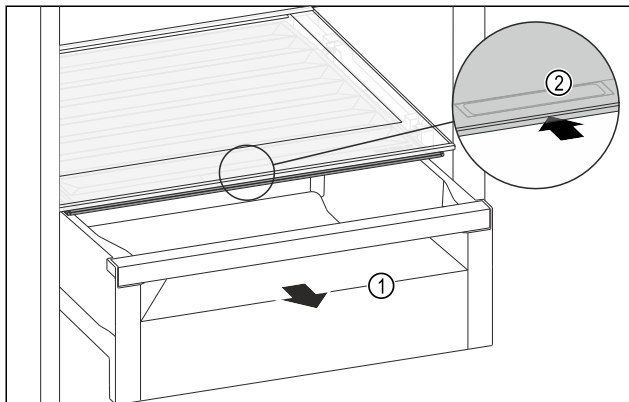

Fig. 145
- Retirer le tiroir Fig. 145 (1).
- Saisir la poignée encastrée Fig. 145 (2) du couvercle du compartiment et pousser le couvercle du compartiment vers l'arrière.